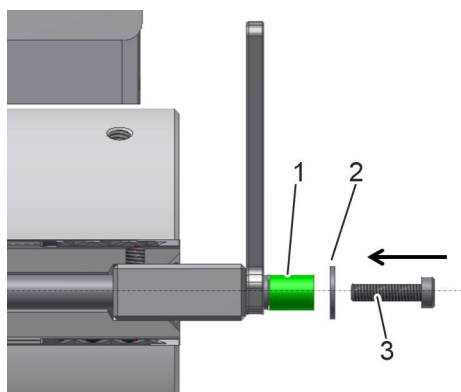

Рис. 19: Винт с цилиндрической головкой
7. ➔ Привинтить винт с цилиндрической головкой М4 (ширина зева ключа 3 мм) (Рис. 19/3) и шайбу 4,2 мм (Рис. 19/2) к мерной линейке (Рис. 19/1). Момент затяжки 5 Нм.